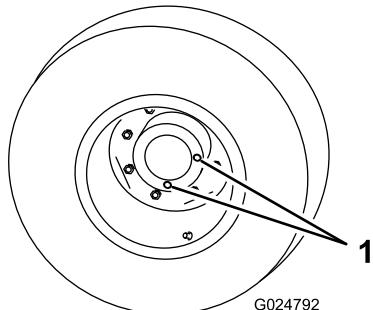

図 73
1. 平らな場所で、点検/ドレンプラグが一番低い位置時計の 6 時の位置に来るよう停止させる図 73。